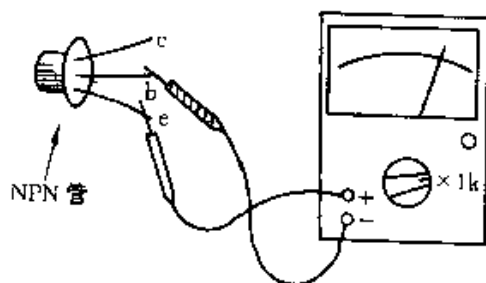

图 2-227
⑤ 由于锗材料三极管的 PN 结压降约为 0.3V,而硅材料三极管的 PN 结压降约为 0.7V,所以可通过测量 b-e 结正向电阻的方法来区分锗管和硅管。方法是:万用表仍置于“ $R \times 1k$ ”挡,对于 NPN 管,黑表笔接基极 b,红表笔接发射极 e,如果测得的电阻值小于 $1k\Omega$,则被测管是锗管;如果测得的电阻值在 $5 \sim 10k\Omega$,则被测管是硅管,如图 2-227 所示。对于 PNP 管,则对调两表笔后测量。